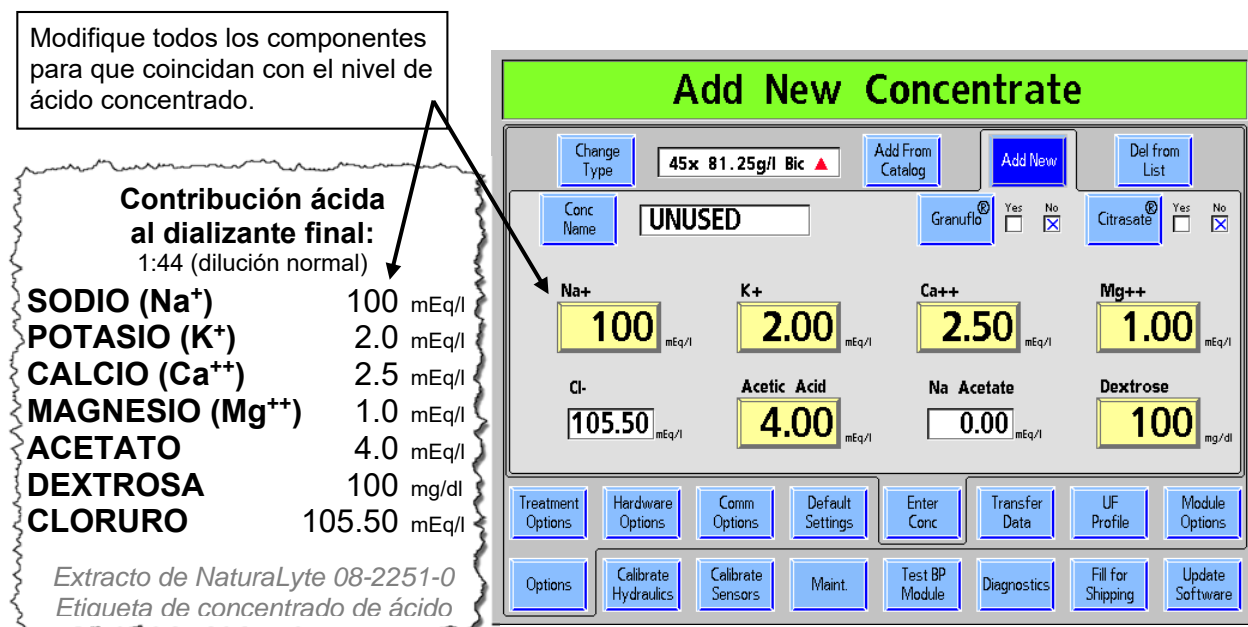

Figura 118 – Agregar un nuevo concentrado ácido (NaturaLyte 08-2251-0)
- a. **NaturaLyte** (vea la Figura 118 arriba): Ingrese los valores de Na⁺ (sodio), K⁺ (potasio), Ca⁺⁺ (calcio), Mg⁺⁺ (magnesio), Acetic Acid (ácido acético) y Dextrose (dextrosa). Los valores calculados son Cl⁻ (cloruro) y Na Acetate (acetato Na).